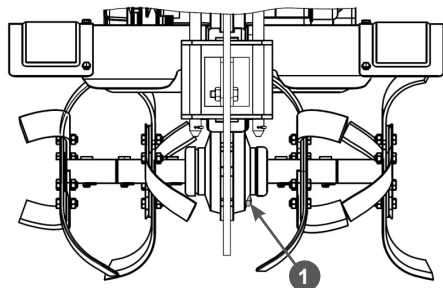

Рис. 24 Расположение пробки для слива масла из картера коробки передач (вид сзади)
4. Открутите пробку для слива масла и слейте отработанное масло в подготовленную для этого емкость. Пробка 1 для слива масла находится в нижней части коробки передач справа по ходу движения мотоблока (Рис. 24).